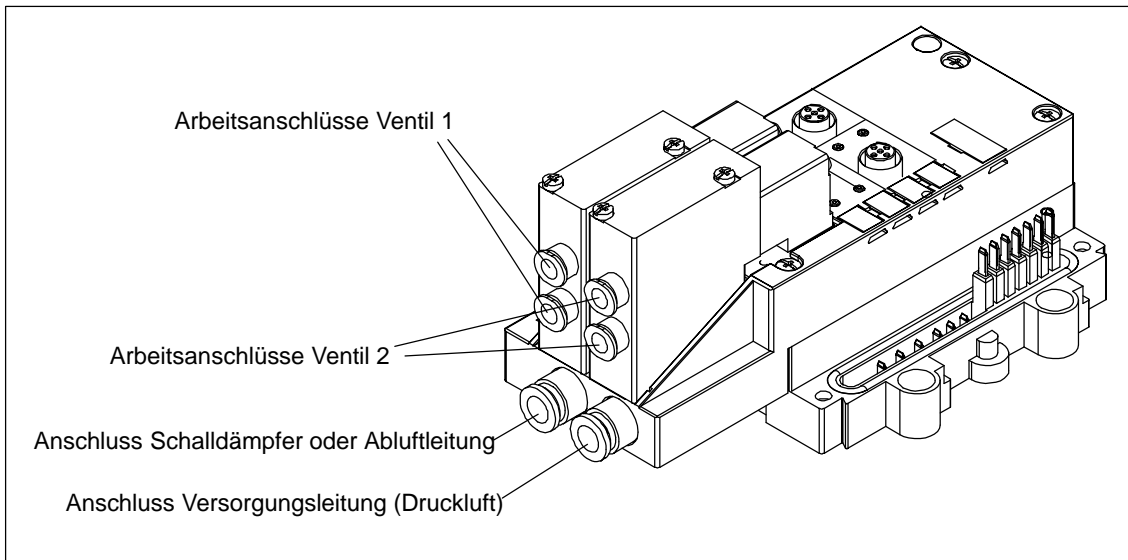

Bild 3-7 Versorgungs- und Arbeitsleitungen am Pneumatic-Modul EM 148-P DI 4 x DC 24V/DO 2 x P
1. Verwenden Sie außentolerierte Schlauchleitungen der Fa. FESTO, z. B. Typ PUN-... oder Typ PAN-.... Schieben Sie die Schlauchleitung mit Außendurchmesser nach Tabelle 3-2 bis zum Anschlag über den entsprechenden Anschluss am Modul (siehe Bild 3-7).
Wenn Sie die Abluft vom Modul aus in die Umgebung leiten wollen, dann können Sie den Abluftanschluss am Modul offen lassen (siehe Bild 3-7). Wir empfehlen Ihnen, zur Geräuschminderung einen Schalldämpfer auf den Abluftanschluss zu stecken.